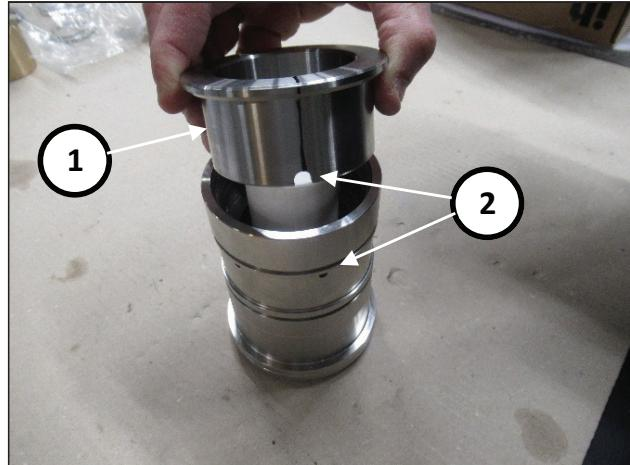

Fig. 177
Introducir la anilla externa de la herramienta cód. 27945400 (pos. ①, Fig. 177) haciendo coincidir las aberturas con los orificios de la camisa (pos. ②, Fig. 177).